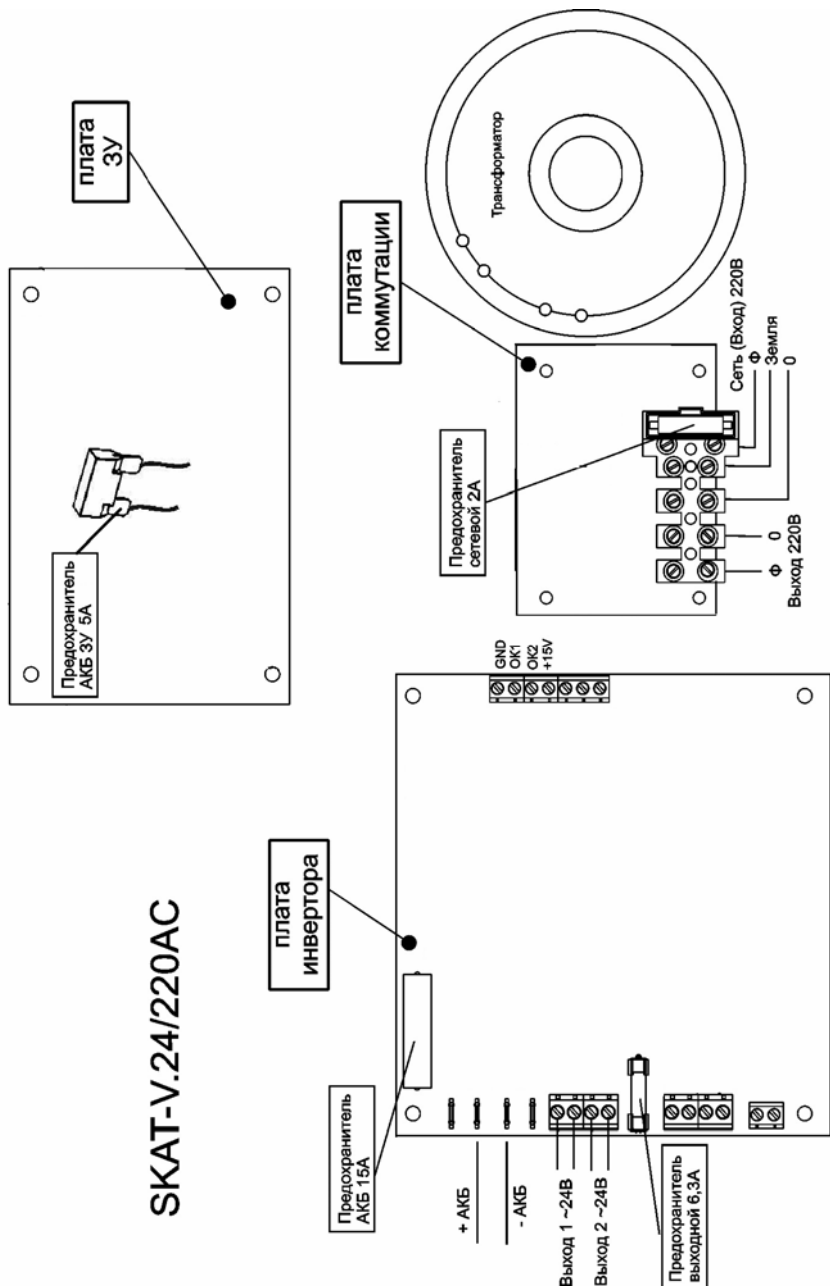

Рисунок 1 - Элементы коммутации и управления изделия
**Изделие состоит из следующих конструктивных элементов (см. рис.1):**
- Предохранители изделия (см. рис.1):
**В основном режиме работы** питание изделия осуществляется от сети 220 В, 50 Гц, **а в режиме резерва** — от АКБ с номинальным напряжением 24 В. Для полного отключения изделия (перевода его в состояние консервации) необходимо: извлечь из колодки платы коммутации держатель с предохранителем сетевым, отсоединить АКБ (см. рис. 1).
Произвести подключение соединительных линий к клеммам изделия (см. рис.1) в следующей последовательности: